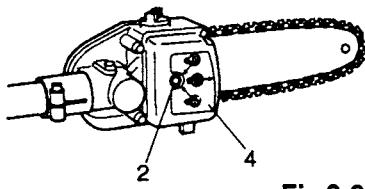

Fig. 2-9
After adjustment has been made, tighten fixing screw (2). (Fig. 2-9)
L'étiquette numérotée (4) explique la succession d'ajustage pour l'huile à chaîne. (Fig. 2-9)
• Desserrer l'écrou de fixation (2) d'un tour. (Fig. 2-9)
- Après l'ajustage, serrer légèrement l'écrou de fixation (2). (Fig. 2-9)